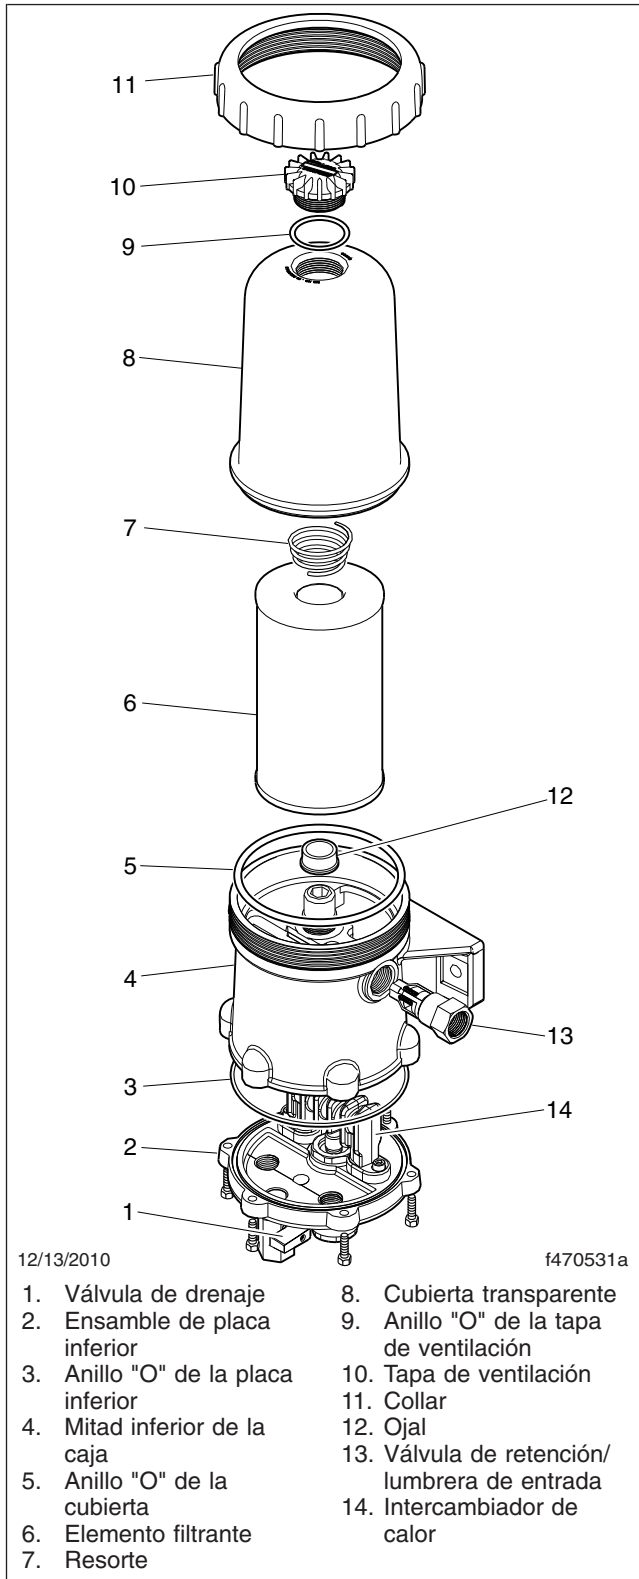

Figura 2, DAVCO Fuel Pro 382
4. Retire la tapa de ventilación (**Figura 2**, ref. 10) y abra la válvula de drenaje (**Figura 2**, ref. 1) para drenar el combustible completamente; luego cierre la válvula de drenaje.
6. Retire el filtro, el anillo "O" de la cubierta y el anillo "O" de la tapa de ventilación. Deséchelos de manera aceptable en materia de medio ambiente. Vea la **Figura 2** o la **Figura 4**.